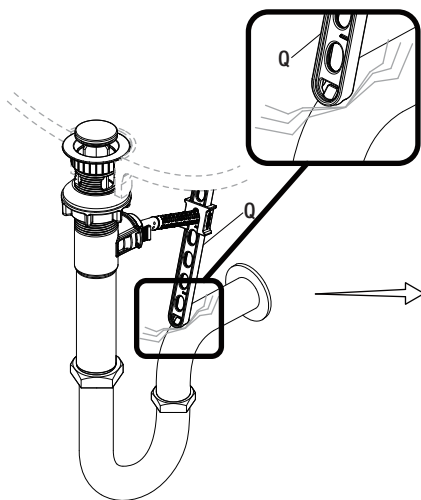

Fig. 1
- Si la presilla de la varilla de elevación (Q) interfiere con tu instalación, como se muestra en la Fig. 1, la presilla de la varilla de elevación (Q) puede recortarse.